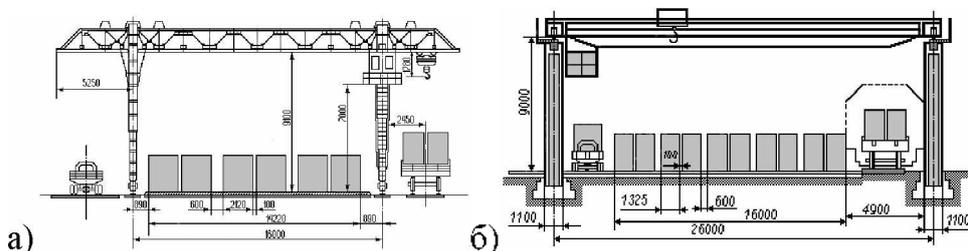

Рисунок 1 – Схема типовой контейнерной площадки:
6. **Полезная ширина контейнерной площадки** $B_{\text{к}}$ определяется по схеме для каждого варианта (см. схемы рис.1).